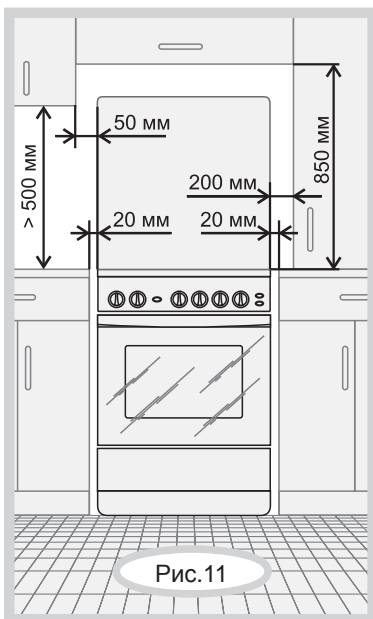

Рис.11
- Плита предназначена для установки на полу. Установка плиты на подставку не допускается. Расстояния, которые необходимо выдержать при установке плиты, показаны на рис.11. Задняя стенка плиты должна отстоять от поверхности стены не менее чем на 50 мм.